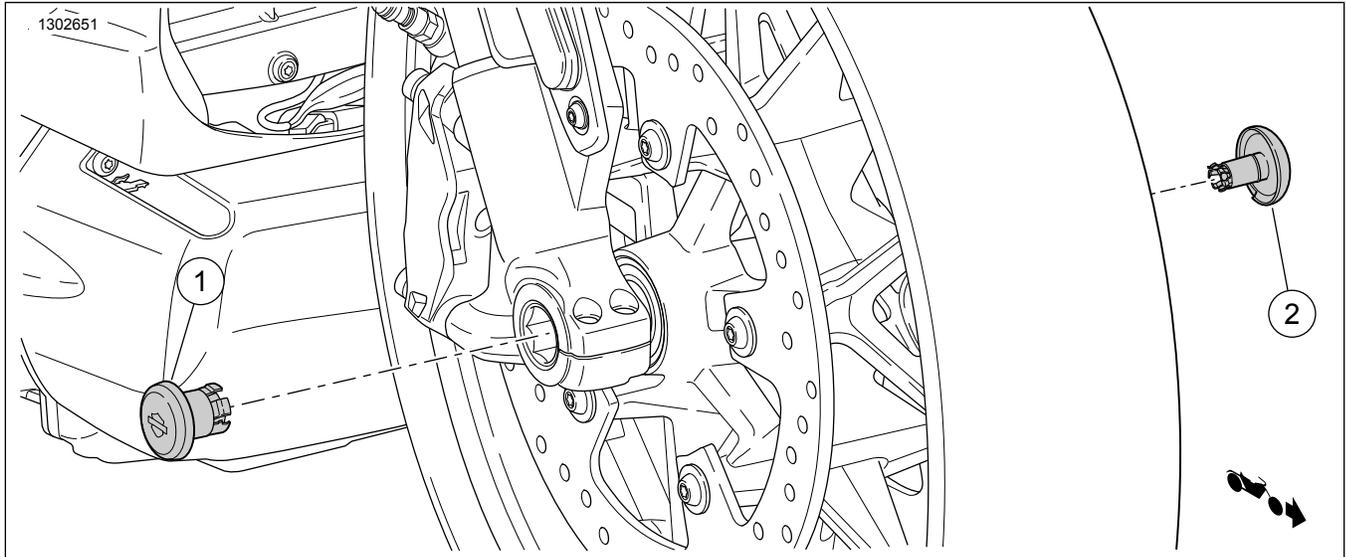

图1。套件内容：车轴盖
1. 图1打开原厂设备 (OE) 车轴盖( 1、2 )。
1. 图1安装新的右侧( 六角 )侧车轴盖( 1 )。
2. 图1安装新的左侧( 圆形 )侧车轴盖( 2 )。